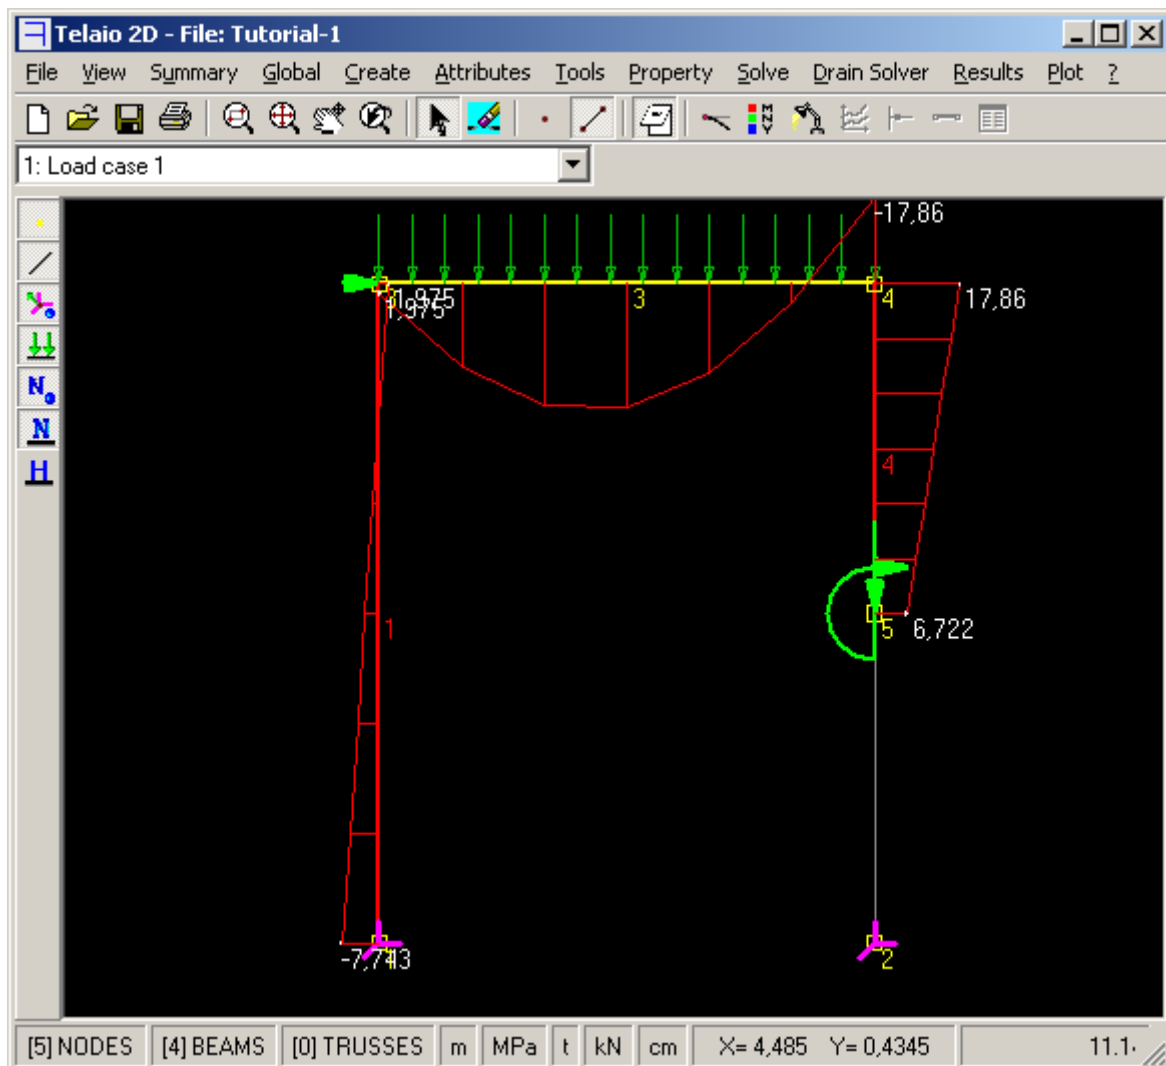

Fig 12
- attivare *Select*  e *Beam Select*  e cliccare sull'elemento 2 per selezionarlo. Cliccare su **H**: L'elemento 2 viene oscurato (Fig. 12) permettendo di leggere i valori dell'elemento 4. Cliccare sui vari elementi per oscurarli/visualizzarli. Cliccare nuovamente su **H** per visualizzare tutti gli elementi.